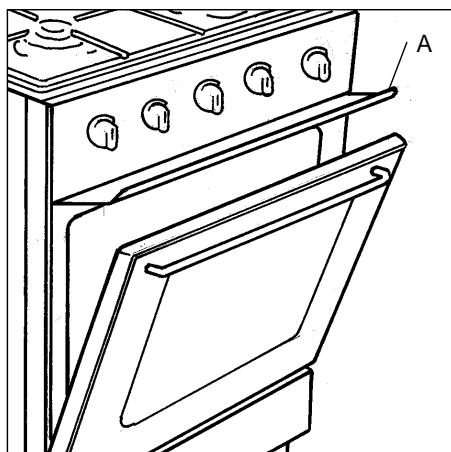

Abb. 3
1. Öffnen Sie die Backofentür und setzen Sie das Schutzblech "A" an seinem Platz ein (Abb. 3).